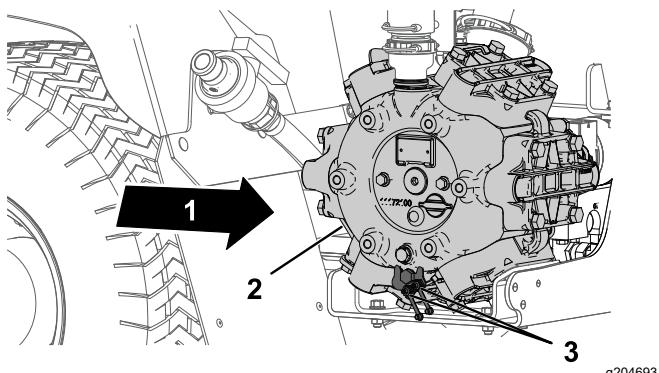

Рисунок 70
- Начисто протрите 2 выносные масленки (Рисунок 70).
| 2. Закачайте в выносные масленки консистентную смазку (Рисунок 70). | |